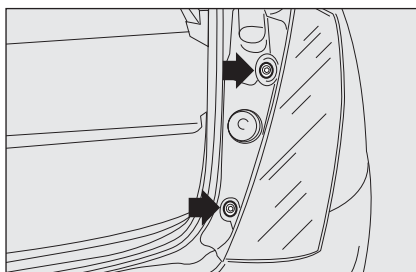

fig. 27
- svitare le due viti di fissaggio ed estrarre il gruppo ottico **fig. 27**;